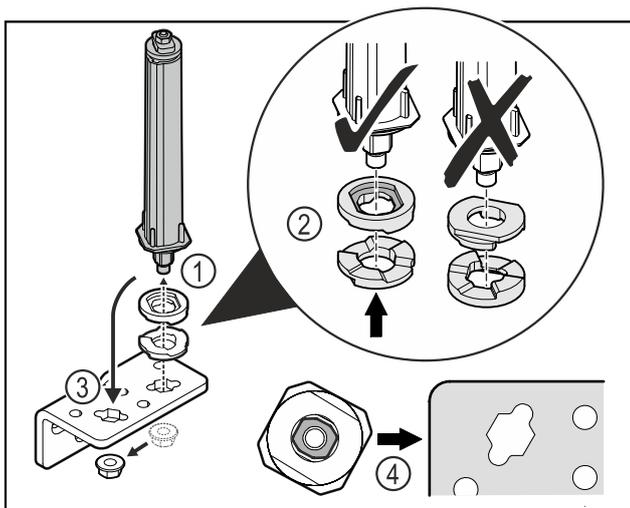

Fig. 30
- ▶ Dévisser l'écrou et retirer le système de fermeture de porte Fig. 30 (1).
- ▶ S'assurer que les disques de réglage de la hauteur sont correctement alignés Fig. 30 (2).
- ▶ Déplacer le système de fermeture de porte dans l'angle de charnière et le fixer avec l'écrou Fig. 30 (3).
- ▶ Lors de la mise en place, s'assurer que le système de fermeture de porte est correctement aligné Fig. 30 (4).